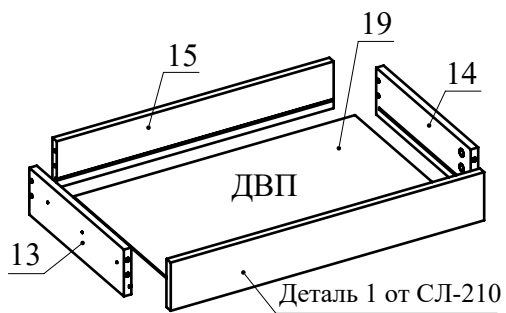

Рис.14
12. Соберите ящик. Для этого соедините детали 13 и 14 с деталью 15 при помощи конфирматов. Вставьте дно ящика 19 из ДВП в пазы деталей 13, 14, 15. Соедините фасад ящика от СЛ-210 с полученной конструкцией и затяните головки минификсов (Рис. 14).